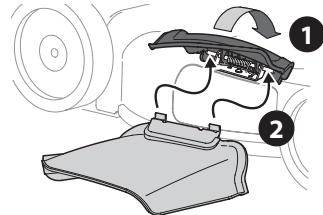

Figura 13
1. Levante la cubierta de abono lateral (Figura 13).